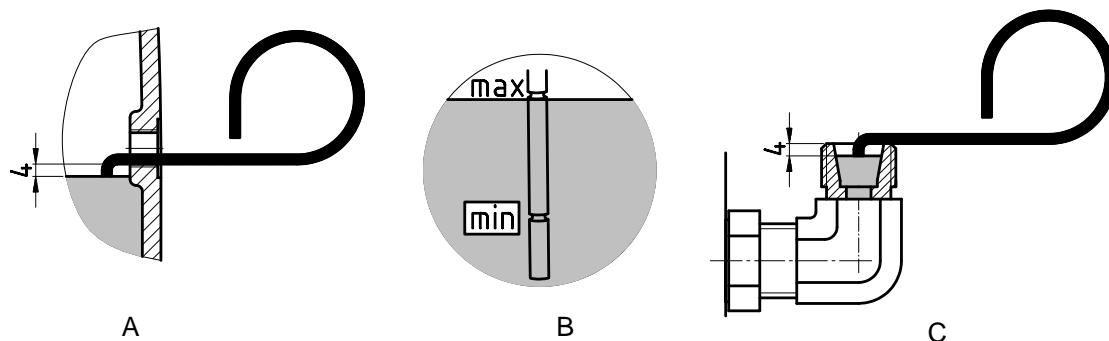

Bild 4-1: Ölstand prüfen mit Ölmesstab
2. Standard-Stirnradgetriebe in Bauform V1 und V5 haben zum Prüfen des Ölstandes das in Bild 4-1 C gezeigte Winkelrohr, das senkrecht nach oben stehen muss. Vor der Ölstandsprüfung ist die Druckentlüftung herauszuschrauben. (siehe Bild 3-2 rechts)
4. Der Ölstand im Getriebe ist mit dem beiliegenden Ölmesstab (Teile-Nr.:283 0050), wie in Bild 4-1 A, C dargestellt, zu prüfen. Hierbei ist der in das Öl eintauchende Teil des Ölmesstabes senkrecht zu halten.
7. Wird ein Ölstandsbehälter verwendet, muss der Ölstand mit Hilfe der Verschlusschraube mit Peilstab (Gewinde G1¼) **im Ölstandsbehälter geprüft** werden. Der Ölstand muss zwischen der unteren und der oberen Markierung bei ganz eingeschraubtem Peilstab liegen (siehe Bild 4-1 B). Diese Getriebe dürfen nur in der im Kapitel 6.1 angegebenen Bauform betrieben werden.